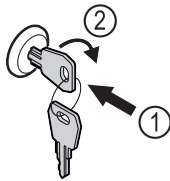

Fig. 177
- ▶ Shtyni çelësin brenda Fig. 177 (1).
- ▶ Rrotulloni çelësin me 90° në drejtimin orar Fig. 177 (2).